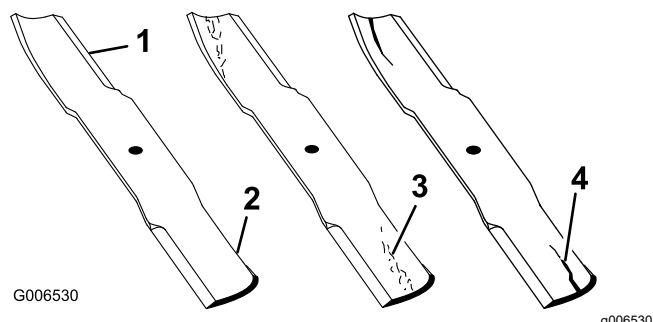

Figura 28
1. Controllate i taglienti (Figura 28).
4. Se notate incrinature, usura o scanalature in questa zona, montate immediatamente una nuova lama (Figura 28).